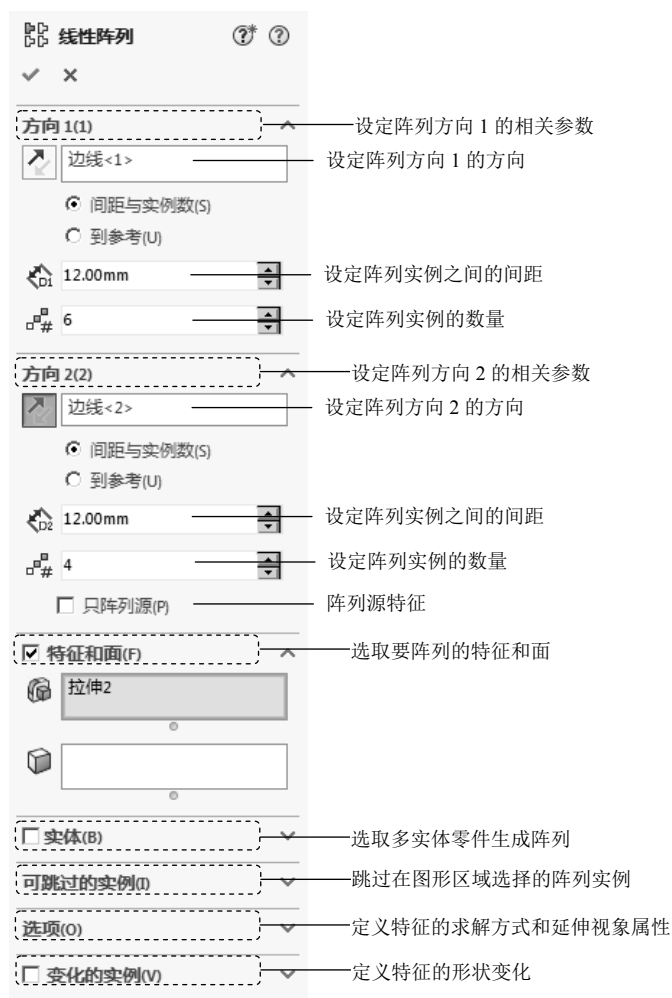
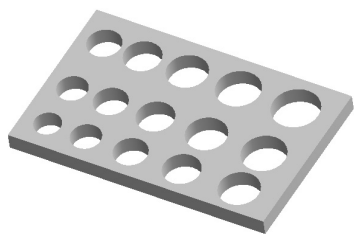

图 5.19.2 “线性阵列”对话框
图 5.19.4 阵列效果图
Step2. 选择命令。选择下拉菜单 **插入(I)** → **阵列/镜像(E)** →  **线性阵列(L)...** 命令（或单击“特征(F)”工具栏中  按钮），系统弹出如图 5.19.2 所示的“线性阵列”对话框。
说明: 通过选中如图 5.19.2 所示的“线性阵列”对话框中的  **变化的实例(V)** 复选框, 还可以实现特征形状变化的效果。如通过更改方向 1 中的变化的增量和特征草图的直径值, 以及方向 2 中的变化的增量和特征草图的直径值, 即可得到如图 5.19.4 所示的阵列结果, 可打开 D:\sw18.1\work\ch05.19.01\ok\rectangular01.SLDPRT 文件进行查看。